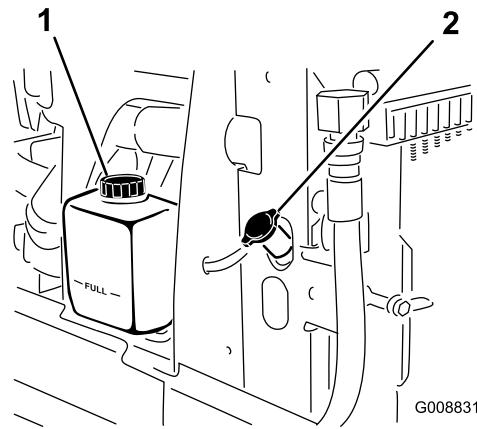

図 77
1. ラジエターと補助タンクのふた（図 77）を注意深く開ける。